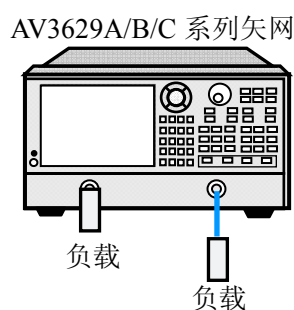

图 14-7 系统动态范围校准测试框图二
- g) 直通校准完成后，如图 14-7 所示将射频电缆从端口 1 处取下，在两个端口连接负载；